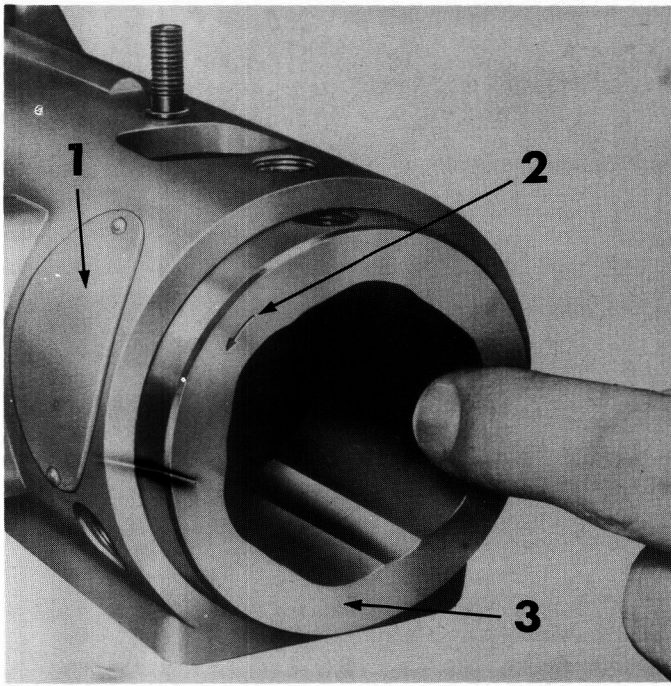

FIGURE 57: Dépose et pose de l'anneau à cames — 1 = Plaque de constructeur, 2 = Sens de rotation, 3 = Anneau à cames.
22. Déposer l'anneau à cames (Figure 57).